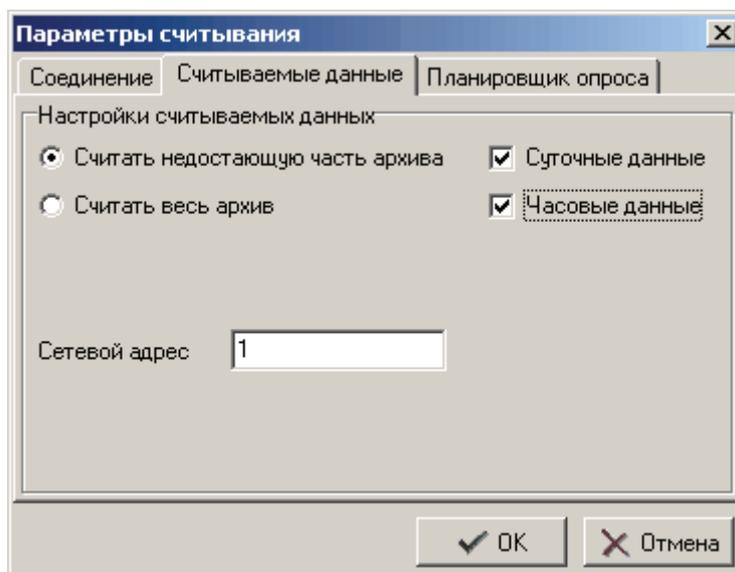

Рисунок 3.22
- Зкладка **Считываемые данные** (рисунок 3.22) позволяет определить, какие данные необходимо считать (ниже приведены параметры для создания соединения через модем):